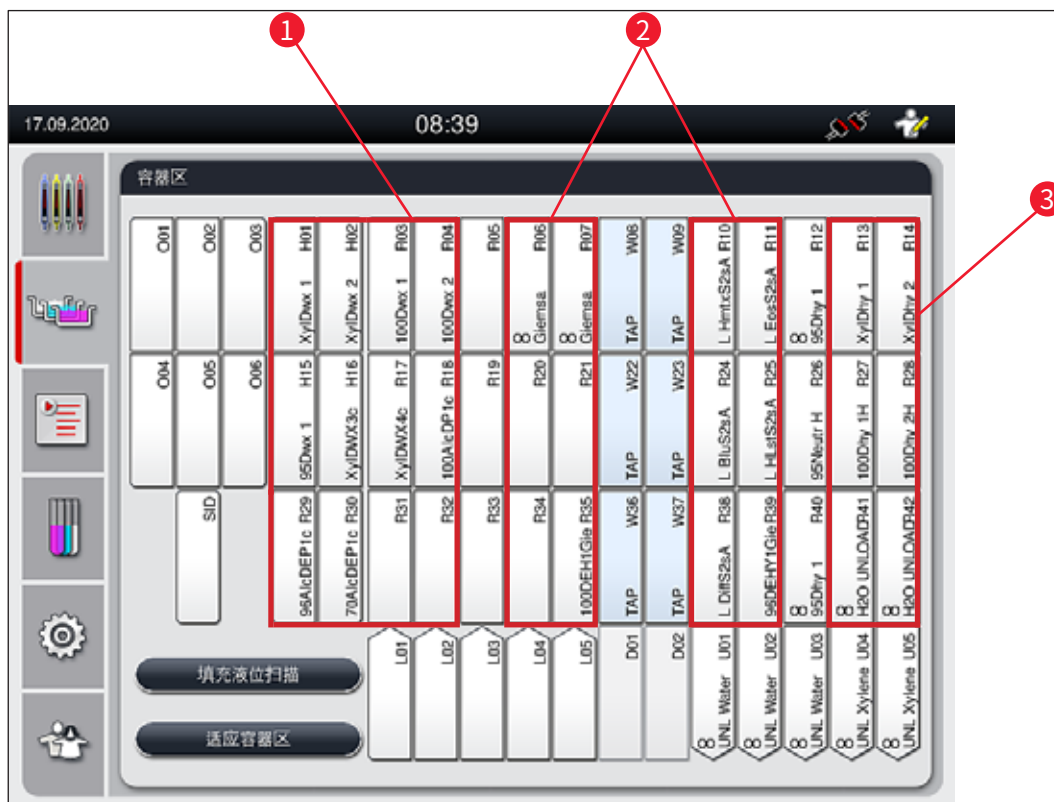

图 40
- 需要后续冲洗水步骤的染色试剂被放置在冲洗水缸 (→“图 40”) 旁边。